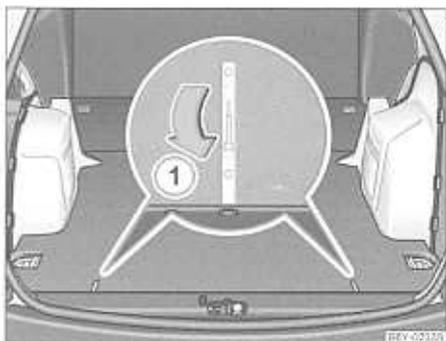

Fig. 172 El seguro del suelo del compartimento de carga
- Desasegurar primero el suelo abatiendo la palanca a la posición ① → fig. 172.